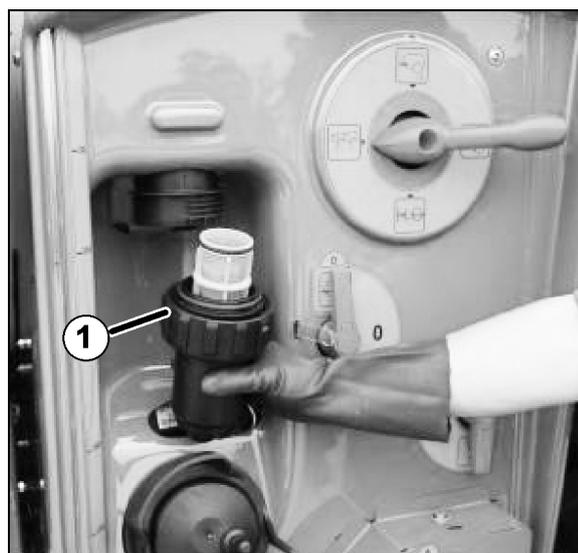

Fig. 127
2. Retirez le filtre sous pression (Fig. 127/1) et nettoyez-le à l'eau.